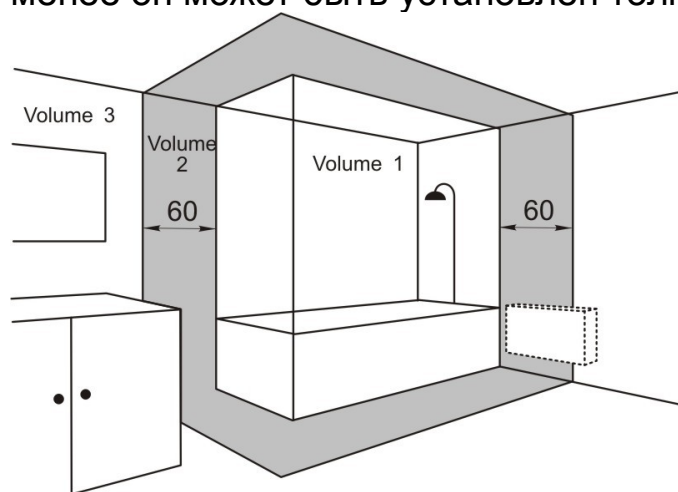

Рис.4
- При установке в ванной комнате, Рис.4:
Конвектор по типу защиты от поражения электрическим током относится к классу I по ГОСТ Р МЭК 335-1-94 и является брызгозащищенным. Тем не менее он может быть установлен только в Зоне 3, см. Рис. 4